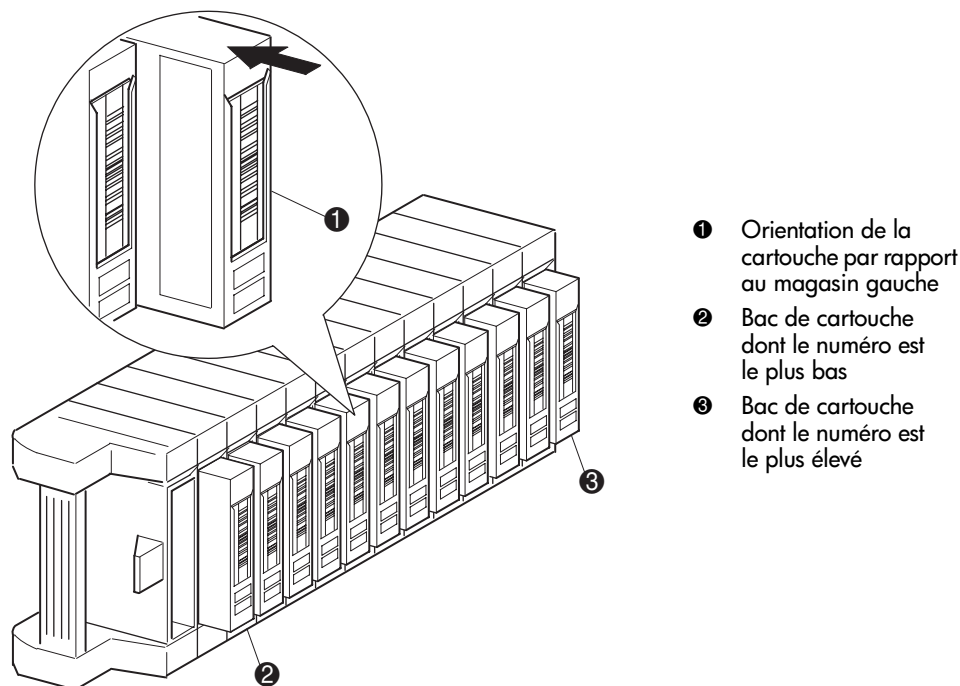

Figure 59 : Insertion d'une cartouche (magasin gauche, DLT illustré)
La Figure 59 montre un magasin de gauche plein. Pour les modèles à deux unités, le bac de cartouche dont le numéro est le plus bas ❷ est le plus proche de l'avant du magasin gauche. Pour les modèles à quatre unités, le bac de cartouche dont le numéro est le plus bas ❷ est le plus proche de l'avant du magasin supérieur gauche.
Insérez les cartouches de telle manière que les étiquettes à code-barres fassent face à l'extérieur (voir la Figure 59).